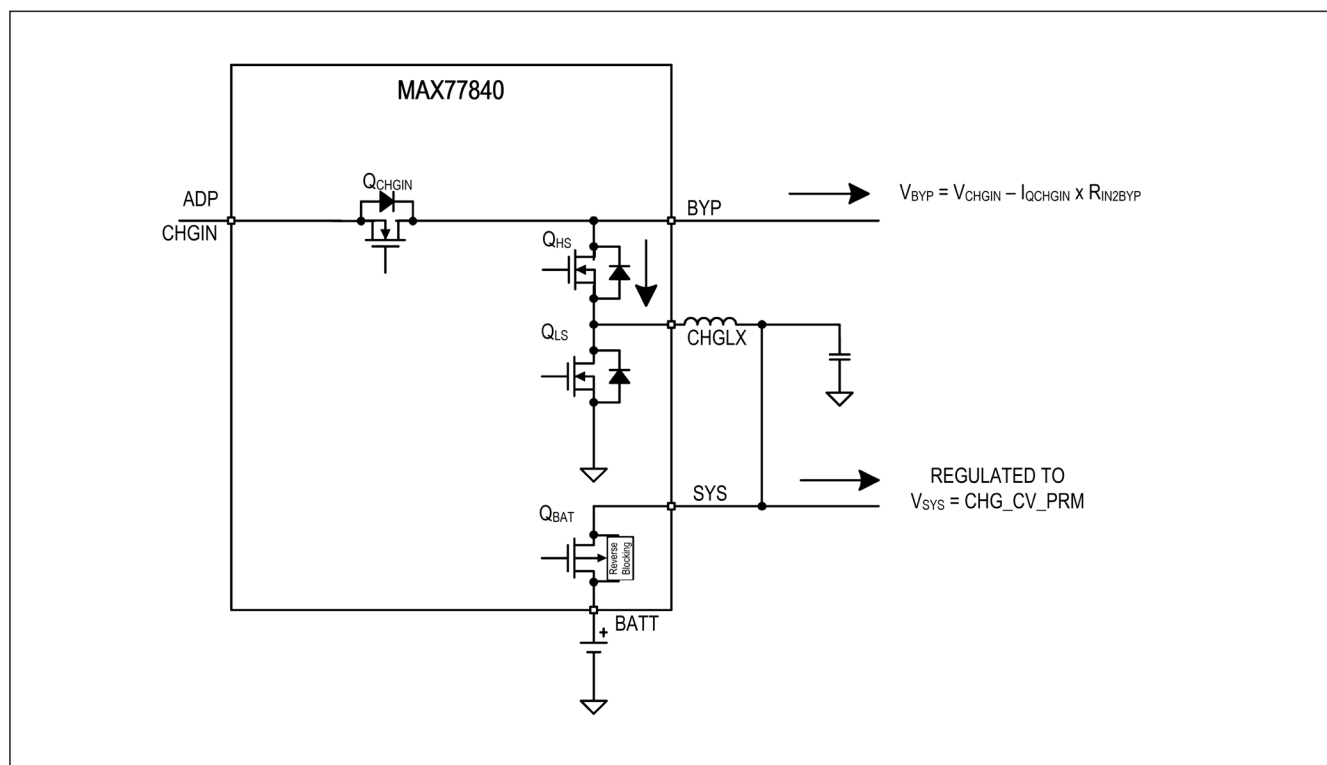

図7. 充電なし - 降圧
5. 充電なし - 降圧、MODE = 0x0C:アダプタ電圧が入力電圧動作の範囲内で検出されています(Q_{CHGIN} = オン)。バッテリーは接続されておらず(Q_{BAT} = オフ)、チャージャは降圧モードで動作しSYSノードに給電しています。図7を参照してください。